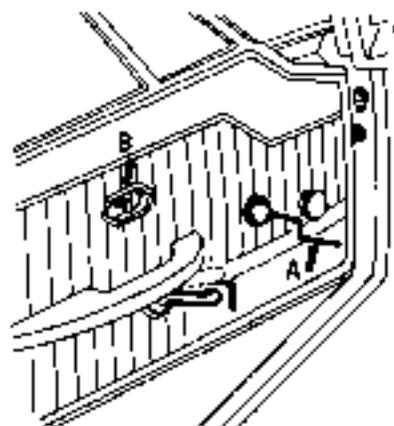

Fig. 20
Le portiere anteriori possono essere entrambe bloccate dall'esterno a mezzo della apposita chiave. Il bloccaggio dall'interno si ottiene spostando all'indietro a livello B la fig. 20.
Comando di emergenza sollevamento cristalli porte. In caso di guasto al comando elettrico di sollevamento cristalli, è prevista una manovella di emergenza, situata nel cassetto portacarte da tunnel, che introduce nell'apposita sede (fig. 20-A); comincerà il sollevamento dei cristalli.
Les portières avant peuvent être toutes les deux bloquées à partir de l'extérieur à l'aide d'une clé appropriée. Le blocage à partir de l'intérieur s'obtient en replaçant à l'arrière le levier B de la fig. 20.
Commande d'urgence soulèvement vitres portières. En cas de panne de la commande électrique de soulèvement des vitres, on a prévu une manivelle d'urgence située dans le tiroir portacarte du tunnel qui, une fois introduite dans son siège approprié (fig. 20-A) commande le soulèvement des vitres.
The front doors can both be locked from outside by means of the key provided. From the inside, the doors are locked by moving the lever B (Fig. 20) backward.
Emergency control for opening of windows in the event of a breakdown of the electrical window-raising system, use should be made of the emergency handle stowed in the locker on the gearbox tunnel. When inserted as in Fig. 20-A, this handle will operate the windows.
Beide vorderen Wagenluken können von Außen geschlossen werden; hierzu ist ein besonderer Schloß vorgesehen. Die Blockierung der Tuere, von innen, erfolgt durch Hueckwaertsverstellung des Hebels B der Abb. 20.
**Notsteuerung fuer Scheibenheber.** Bei Ausfall der elektrischen Scheibenhebersteuerung, ist eine Handkurbel vorgesehen. Diese Fensterkurbel befindet sich im Aufbewahrungstisch und durch Einfuegung dieser Kurbel, in die eigene vorgesehene Bohrung, (Abb. 20-A) kann der Hebevergang der Fenster durchgefuehrt werden.